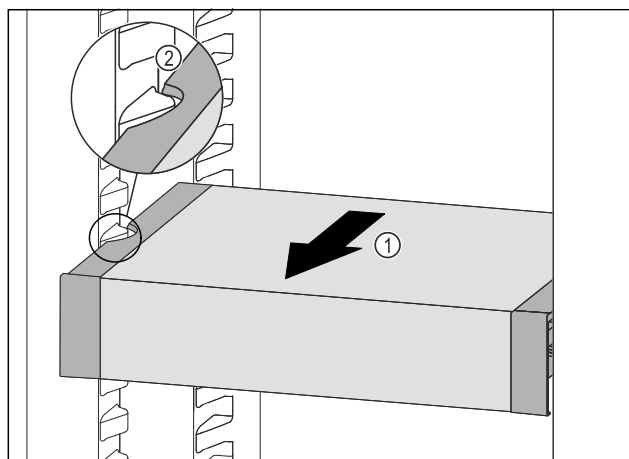

Fig. 94
- Tire del VarioSafe hacia delante *Fig. 94 (1)* hasta que los huecos laterales del VarioSafe se encuentren a la altura de la nervadura del recipiente en el compartimento del frigorífico. *Fig. 94 (2)*